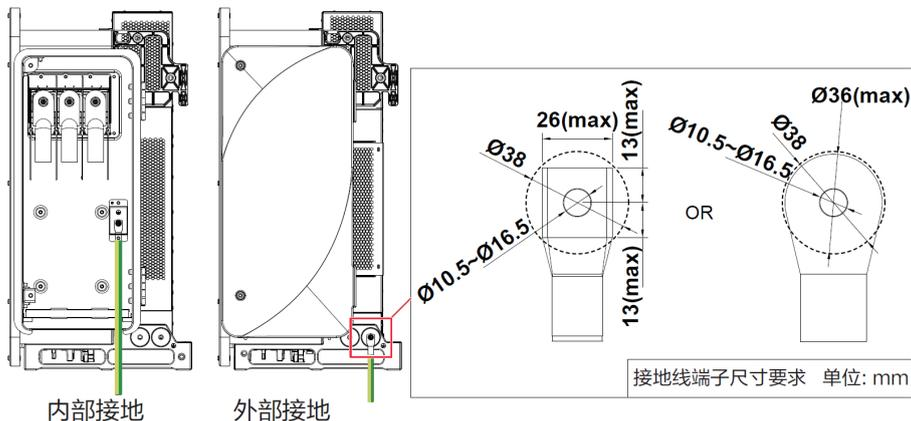

图 4-7 接地方式
- 内部接地：逆变器交流接线盒内设有一个接地孔，用 M10×25 螺钉紧固接地端子，如图 4-7 左图。该螺钉（一颗）预装在接线盒内部接线孔上。
- 外部接地：逆变器外部靠近接线盒下方设有两个接地孔，用 M10×25 螺钉紧固接地端子，如图 4-7 右图。该螺钉两颗捆扎在接线盒内部。